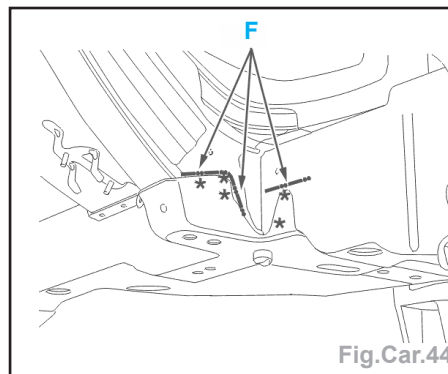

Fig.Car.44
- Découper par fraisage des points (Fig.Car.44).